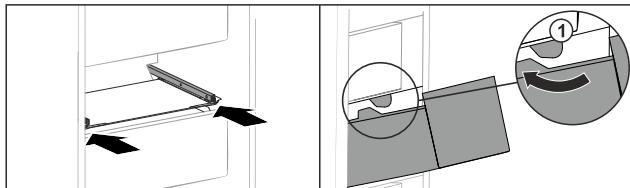

Fig. 159
- ▶ Schubfach um die Stopper Fig. 159 (1) herumführen.